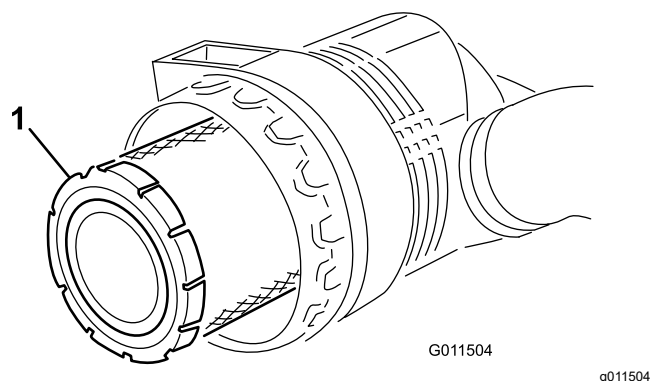

Рисунок 55
5. Снимите и замените фильтр грубой очистки(**Рисунок 55**).